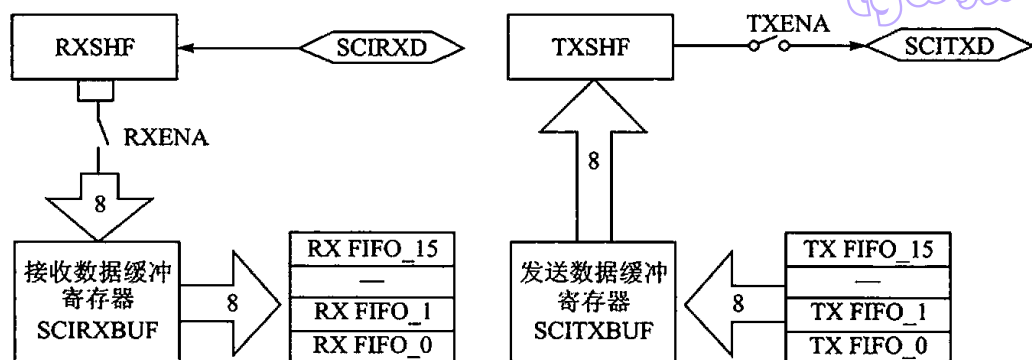

图 14-3 SCI 模块的工作原理
SCI 模块的工作原理如图 14-3 所示,图中的数字 8 表示 8 位数据并行传输。SCI 模块具
SCI 接收数据的过程如图 14-3 左半部分所示,主要如下:
- ① 当其他处理器发出的数据到达 SCIRXD 引脚后,SCI 开始检测数据的起始位。
- ② 当 SCIXD 引脚检测到起始位,便开始将随后的数据逐位移至 RXSHF 寄存器。
- ③ 如果 SCI 控制寄存器 SCICTL1 的位 RXENA 为 1,也就是如果使能了 SCI 的接收操作,当 RXSHF 寄存器中的数据满后,便将这个 8 位的数据并行移入接收缓冲寄存器 SCIRXBUF;接收缓冲寄存器就绪标志位 RXRDY 被置位,表示已经接收了一个新的数据,等待 CPU 来读取;此时还会产生一个 SCI 的接收中断申请信号。
④ CPU 通过程序读取 SCIRXBUF 寄存器中的数据后,RXRDY 标志位被自动清除。至此,完成了一个数据的读取。
⑤ 如果 SCI 控制寄存器 SCICTL1 的位 RXENA 为 0,也就是如果没有使能 SCI 的接收操作,从图 14-3 可以看到,当外部数据到达引脚 SCIRXD 时,数据还是会被逐位移入 RXSHF 寄存器,但是不会从 RXSHF 寄存器移入到 SCIRXBUF 寄存器中。
⑥ 如果使能了 SCI 的 FIFO 功能,则 RXSHF 会将数据直接加载到 RX FIFO 队列中,CPU 再从 FIFO 队列读取数据,这样减少了 CPU 的开销,提高了效率。
SCI 发送数据的过程如图 14-3 右半部分所示,主要如下: